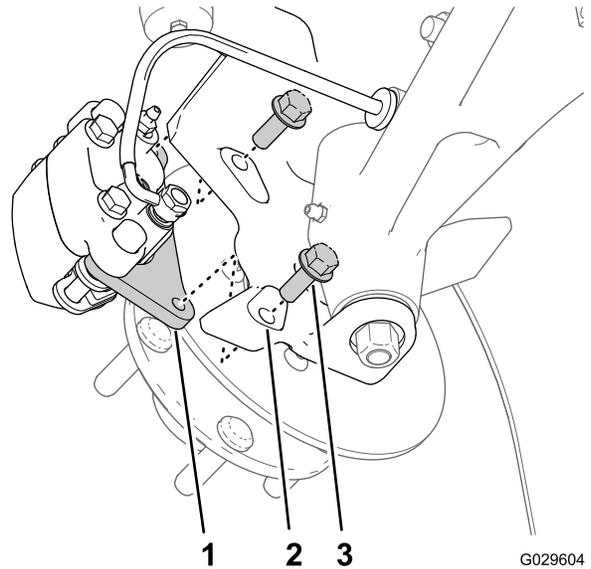
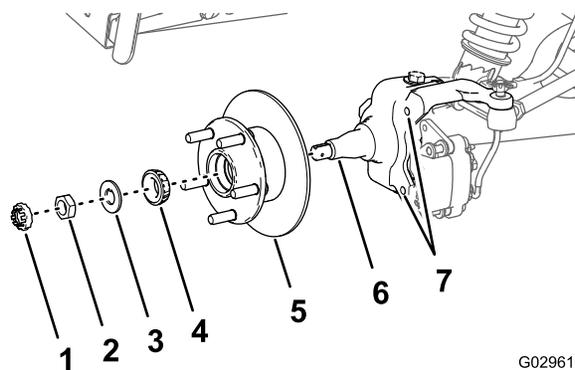

Figura 28
Figura 32
3. Retire os parafusos de cabeça flangeada (3/8 x 1 pol.) que prendem o suporte para o conjunto dos travões ao eixo e afaste o travão do eixo (Figura 28).
- Aplique uma leve camada do lubrificante especificado no eixo (Figura 32).
- Monte o cubo e o rotor no eixo com o rotor interior (Figura 32).
- Monte o rolamento exterior no eixo e coloque o rolamento na correia exterior (Figura 32).
- Monte a anilha com patilha no eixo (Figura 32).
- Enrosque a porca do eixo no eixo e aperte a porca enquanto roda o cubo (Figura 32).
- Alinhe as pastilhas dos travões com cada lado do rotor (Figura 28) e os orifícios no suporte da pinça com os orifícios na montagem dos travões da estrutura do eixo (Figura 32).
- Monte o suporte da pinça na estrutura do eixo (Figura 28) com os 2 parafusos de cabeça flangeada (3/8 x 1 pol.) e aperte os parafusos com 47 a 54 N·cm.